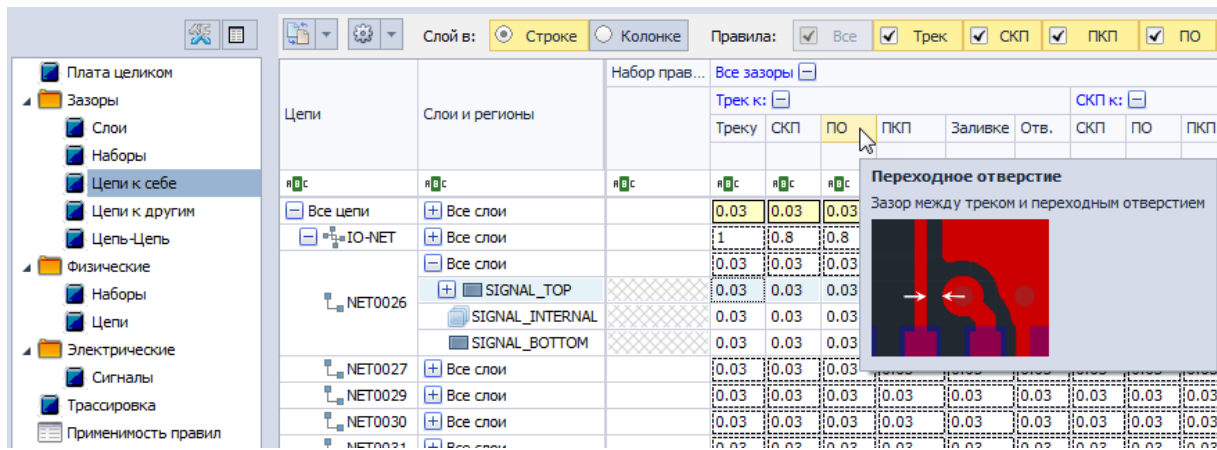

Рис. 6 Зазор между треком и сквозной контактной площадкой
- Зазор между треком и ПО обозначается как «Трек к ПО», см. Рис. 6.